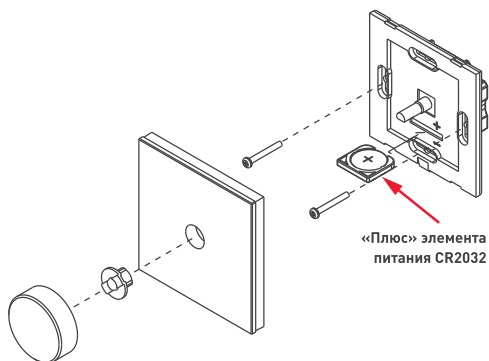

Рисунок 1. Установка элемента питания и монтаж панели управления.
- Снимите вращающуюся ручку и втулку (см. Рис. 1).